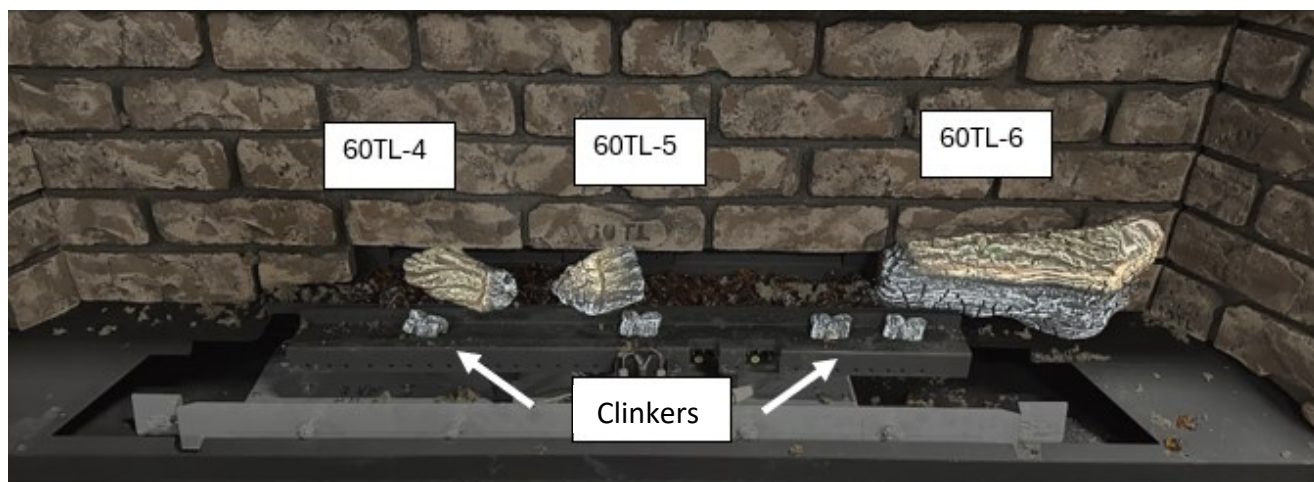

Figure 3 - Positionnement des bûches (1)
2. Installez les braises de verre concassé sur le plateau à braises arrière. Placez les bûches 60TL-4, 60TL-5 et 60TL-6 tel que montré à la Figure 3. Positionnez la bûche 60TL-6 en utilisant les (2) tiges de position correspondantes du plateau à braises arrière. Les bûches 60TL-4 et 60TL-5 doivent être posées sur les braises de verre. La bûche 60TL-6 doit être posée à plat sur le plateau à braises. Un positionnement incorrect des bûches affectera l'apparence des flammes. Installez les (4) petits clinkers sur le plateau du brûleur inférieur. Faites attention de ne boucher aucun des trous perforés des brûleurs.